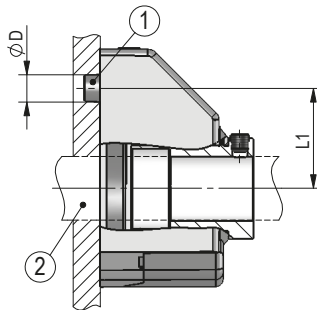

Abb. 1: Einbaumaße
- ▶ Sorgen Sie für einen geringen Wellen- und Winkelversatz zwischen Welle und Aufnahmebohrung durch geeignete Fertigungsmaßnahmen (siehe **Abb. 1** + **Tab. 1**).
### Vorbereitung Montage (Abb. 1, Abb. 2, Abb. 3):
### Montage (Abb. 1, Abb. 2, Abb. 3):